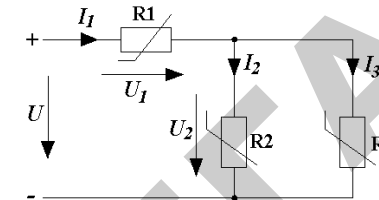
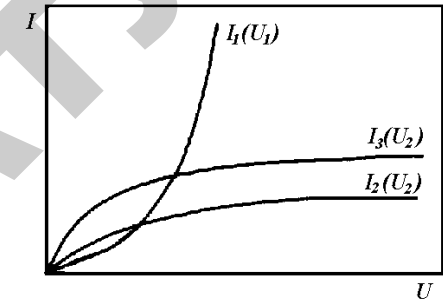

Рис. 1.5
Рис. 1.6
1.2.3. Смешанное соединение резисторов (рис. 1.5), ВАХ которых  $I_1(U_1)$ ,  $I_2(U_2)$ ,  $I_3(U_2)$  заданы (рис. 1.6). Известно напряжение на входе цепи  $U$ . Определить  $I_1$ ,  $I_2$ ,  $I_3$ ,  $U_1$ ,  $U_2$ .